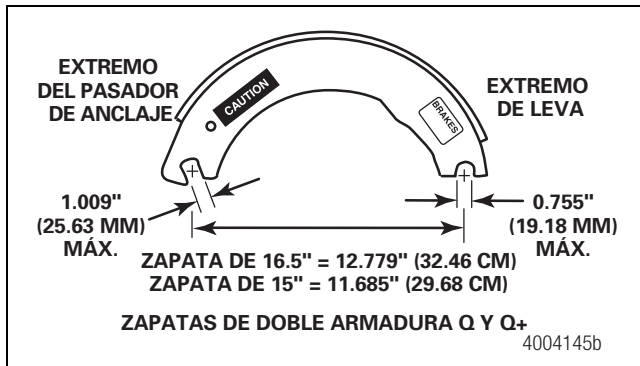

Figura 4.1
1. solo para zapatas de frenos de 16.5 pulgadas, los orificios de pasadores de anclaje no deben sobrepasar 1.009 pulgadas (25.63 mm) de diámetro. La distancia desde el centro del orificio del pasador de anclaje hasta el centro del orificio del rodillo no debe sobrepasar 12.779 pulgadas (32.46 cm). Cambie cualquier zapata si sus mediciones no cumplen con las especificaciones. Figura 4.1.
2. solo para zapatas de frenos de 15 pulgadas, los orificios de pasadores de anclaje no deben sobrepasar 1.009 pulgadas (25.63 mm) de diámetro. La distancia desde el centro del orificio del pasador de anclaje hasta el centro del orificio del rodillo no debe sobrepasar 11.685 pulgadas (29.68 cm). Cambie cualquier zapata si sus mediciones no cumplen con las especificaciones. Figura 4.1.